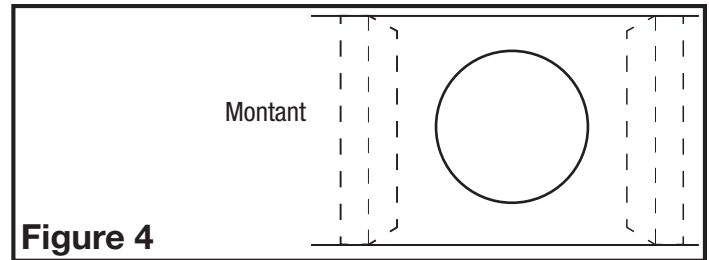

Figure 4
2. Déterminez l'emplacement de l'ensemble d'aspiration circulaire. Découpez un trou circulaire de 8 po à travers le matériau de plafond en faisant attention de ne pas endommager les fils électriques ou d'autres utilités (**Figure 4**).